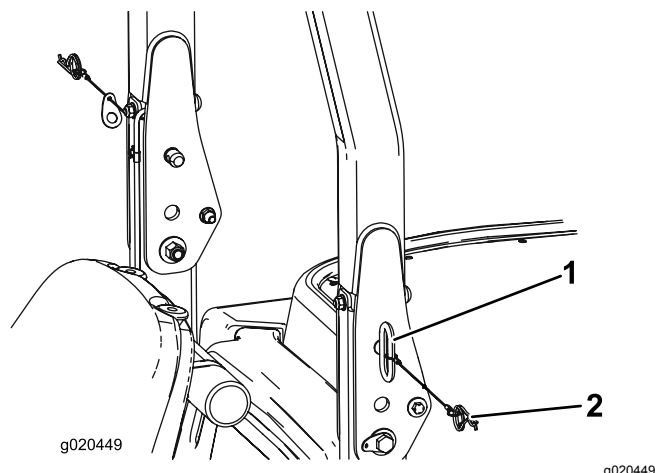

Figura 55
1. Para baixar a barra de segurança, remova os pernos de gancho e os dois pinos (Figura 55).